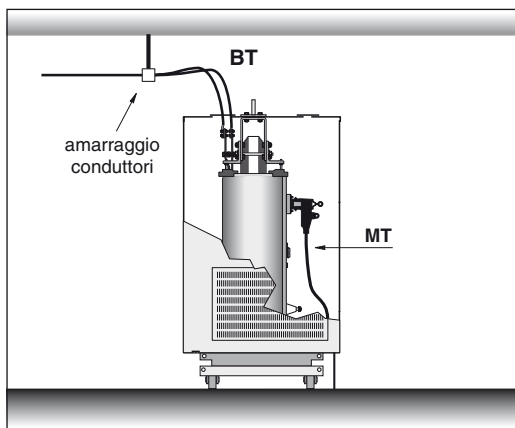

Figura 9a- collegamento MT a mezzo di terminali sconnettibili.
■ collegamenti MT dal basso (figura 9a)